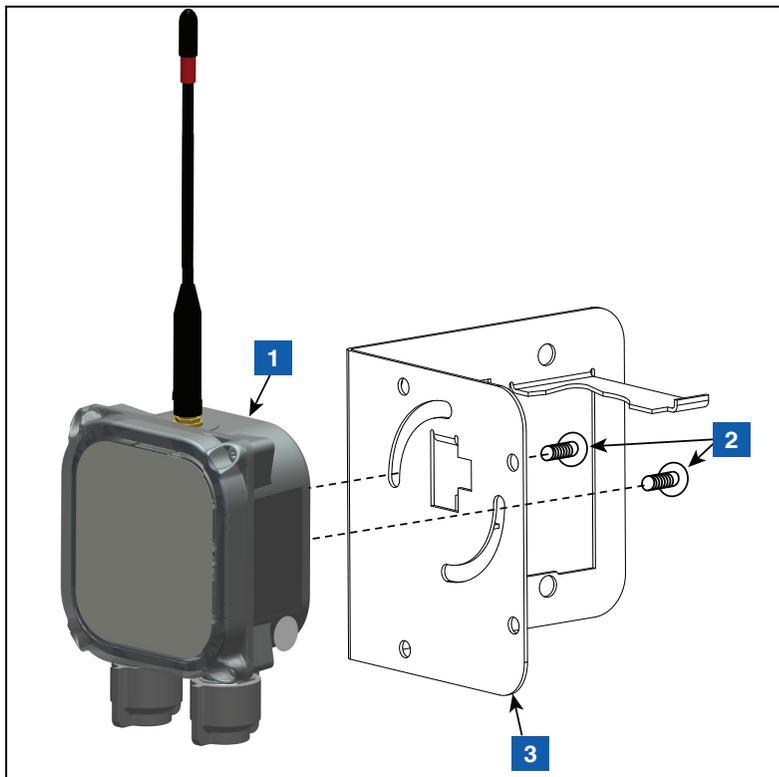

Figura 30. Fije el transmisor al soporte 332295-001
3. Sujete el transmisor al soporte como se muestra en la Figura 30.
LEYENDA PARA LOS CUADROS NUMERADOS DE LA FIGURA 30